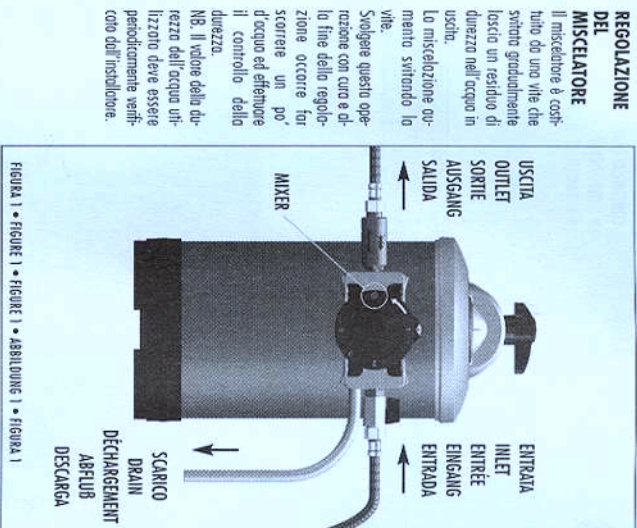

FIGURA 1 • FIGURE 1 • ABRILOUNE 1 • FIGURA 1
**CONEXIÓN CON LA RED HÍDRICA (figura 1)**